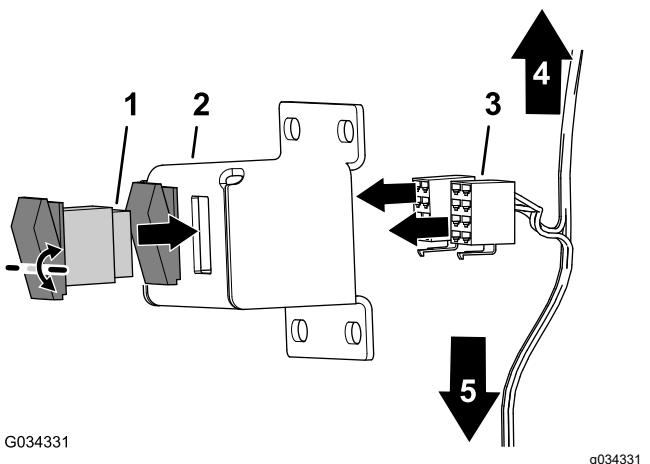

Рисунок 2
1. Совместите клавишный переключатель с отверстием в кронштейне переключателя (Рисунок 2).
2. Вставьте переключатель в отверстие до надежной фиксации защелки переключателя (Рисунок 2).
4. Подсоедините 8-гнездовые соединители жгута проводов к 8-штыревым соединителям клавишных переключателей (Рисунок 2).